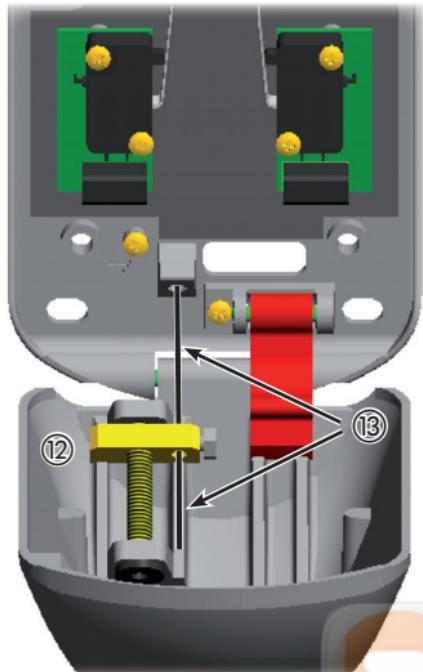

Fig. 6
- Inserire il cavo di sblocco senza guaina all'interno dell'apposito foro come indicato in Fig.6 rif. (⑬), attraversando anche il tensionatore (rif. (⑫));
- Prima di serrare il cavo di sblocco sul tensionatore portare il tensionatore stesso a fine corsa come mostrato in Fig.6 rif (⑭) agendo sulla testa della vite di regolazione con una chiave esagonale;
6. Fit the release cable, without a sheath, inside the hole as shown in Fig. 6 ref. ⑬, crossing also over the tensioning device (ref. ⑫);
7. Before you tighten the release cable on the tensioning device, take the device to the travel limit, as shown in Fig. 6 ref. ⑭, turning the head of the adjusting screw with a hexagon wrench;